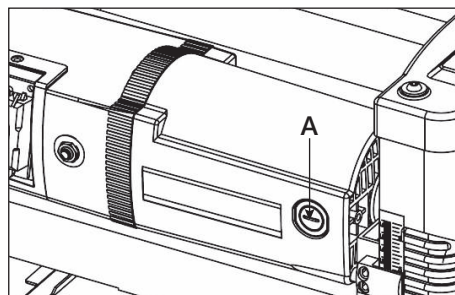

Рисунок 14.
- ослабьте крепление щеткодержателя **A** (рис. 14) и осторожно снимите щетку с двигателя;